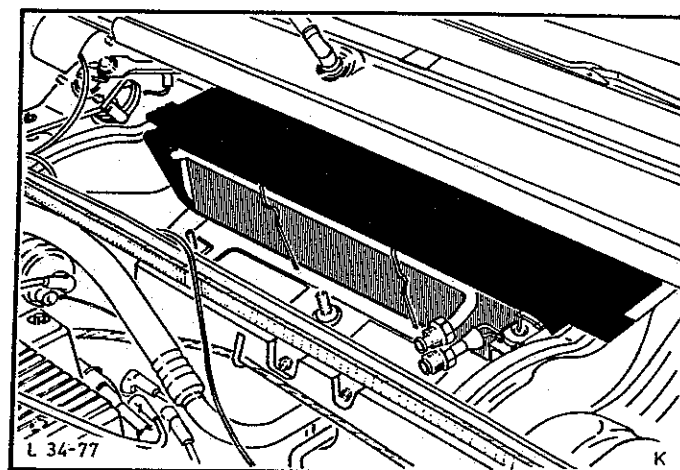

Abb.35 Verdampfer ausbauen
6. Verdampfer aus dem Gehäuse ausbauen (2 Klammern und 2 Muttern), Abb.35, und De-Ice-Thermostat vom Verdampfer abbauen.